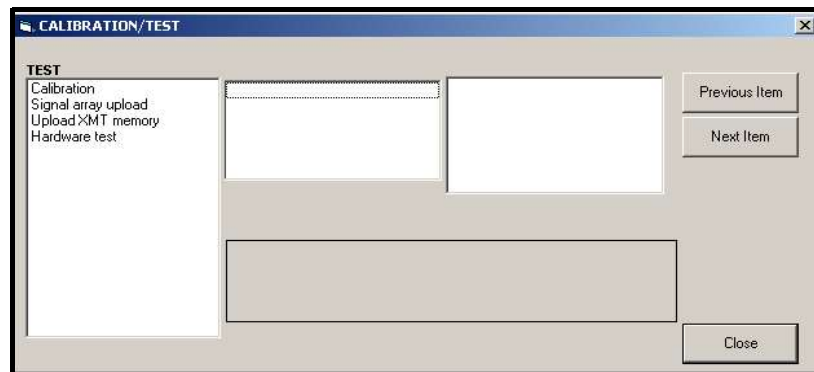

Figure 11: Le menu Étalonage/Test
5. Pour entrer des données dans le programme utilisateur, double-cliquez sur le menu Calibration/ Test . La fenêtre ressemble à Figure 11.
1. Dans le menu Étalonnage/ Test (voir Figure 11 à la page 38), double-cliquez sur l'entrée Étalonnage pour ouvrir le option.
Pour calibrer toute carte d'option installée dans l'emplacement 1 du XMT868i, accédez au menu Calibration/ Test comme illustré à la Figure 11 à la page 38.